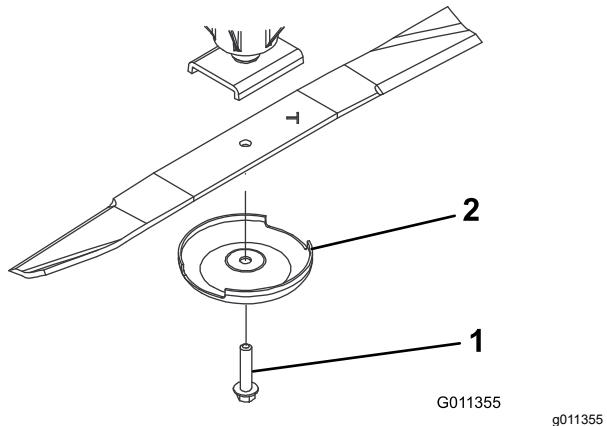

Figura 101
3. Togliete il bullone, la coppa antistrappo e la lama dall'asse del perno (Figura 101).